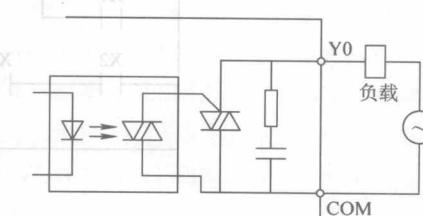

图 0-3 晶闸管输出电路
3) 晶闸管输出, 如图 0-3 所示。其优点也是无触点, 寿命长, 无噪声, 可靠性高, 可驱动交流负载。缺点是价格高, 过载能力较差。
(4) 电源单元 PLC 的供电电源一般为 AC220V, 也可采用 DC24V 供电。PLC 对电源的稳定性要求不高, 一般允许在  $\pm 10\% \sim 15\%$  的范围内波动。其 CPU 单元和 I/O 单元由 PLC 内部的稳压电源供电。小型的 PLC 电源和 CPU 单元是一体的, 中大型的 PLC 都有专门的电源单元。有些 PLC 的电源部分还有 DC24V 输出, 用于对外部传感器供电, 但电流是毫安级。
(5) 编程器 编程器将用户程序送入 PLC 的存储器, 是 PLC 最重要的外部设备。编程器不仅用于编程, 还可以利用它进行程序的修改、检查、监视等。目前主要有手持式编程器